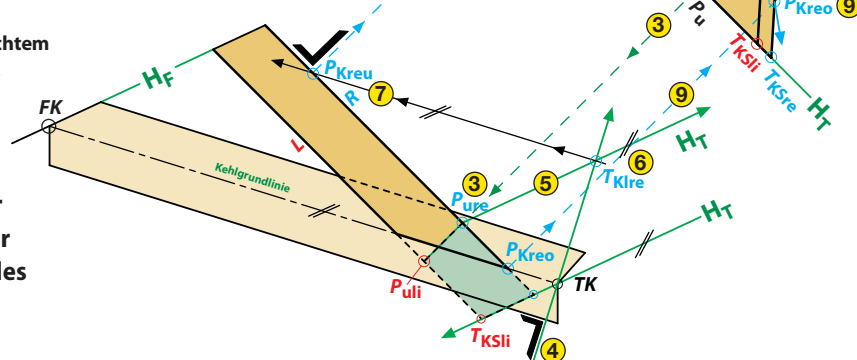

Bild 11: Ermittlung der Klauenrichtung auf der rechten Seitenfläche des schrägen Schifters
- 10 Punkte  $P_{kliu}$  und  $P_{klio}$  miteinander verbinden. Dies ist die Klauenrichtung (links). Die Ermittlung der Klauenrichtung (rechts) erfolgt sinngemäß (Bild 11).